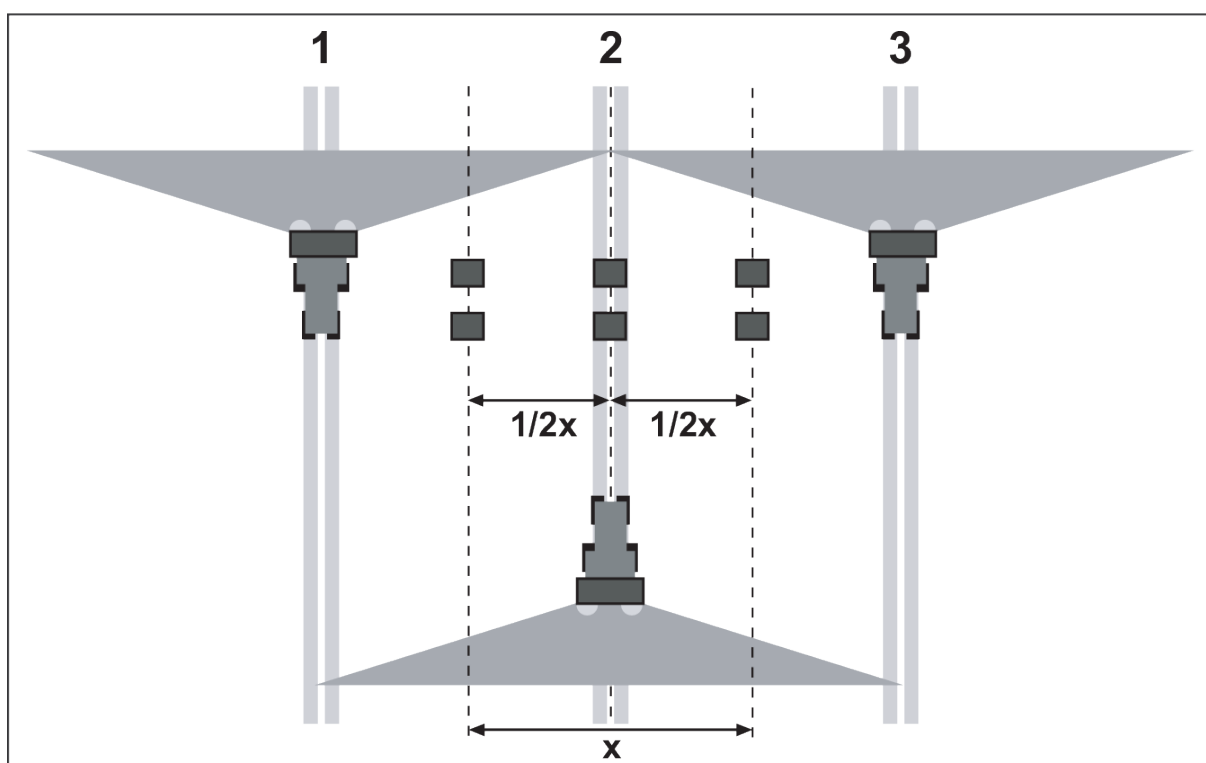

Fig. 54: Opstilling til tre kørsler
- ▶ Opstil to opsamlingskåle med en indbyrdes afstand på **1 m** efter hinanden i overlappingszonerne (mellem køresporene) og i det midterste kørespor (Fig. 54).